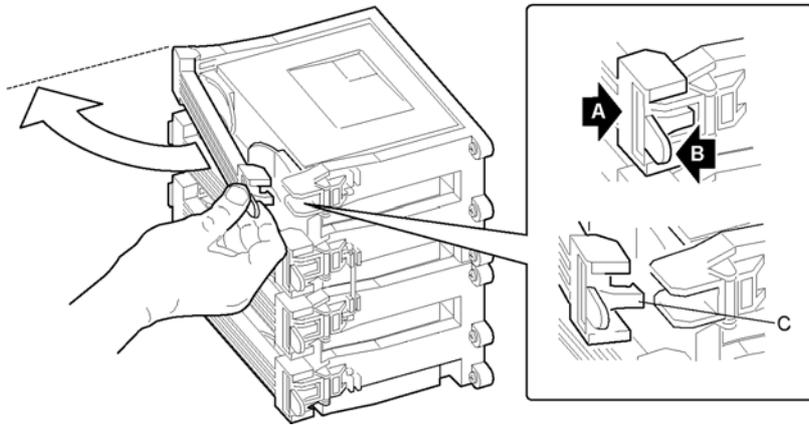

图 3-10. 打开支架固定夹
2. 把右手拇指放于支架固定夹（图 3-10 的 A）上，食指从支架的右边绕过，围放在开启柄上（图 3-10 的 B）；
3. 用食指向外扳动开启柄，向左扳动。在开启柄后面有一个固定扣（图 3-10 中的 C），当扳动开启柄时，固定扣脱开；